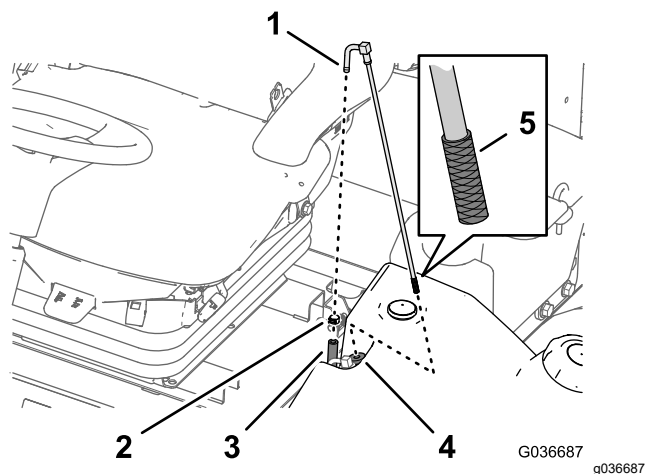

Рисунок 46
1. Снимите шланговый хомут, который крепит шланг подачи топлива к штуцеру топливозаборной трубки (Рисунок 46).
2. Отсоедините шланг от штуцера (Рисунок 46).
3. Извлеките топливозаборную трубку из топливного бака (Рисунок 46).
4. Очистите от загрязнений сетчатый фильтр на конце топливозаборной трубки (Рисунок 46).
5. Вставьте топливозаборную трубку в резиновую втулку и в бак (Рисунок 46).